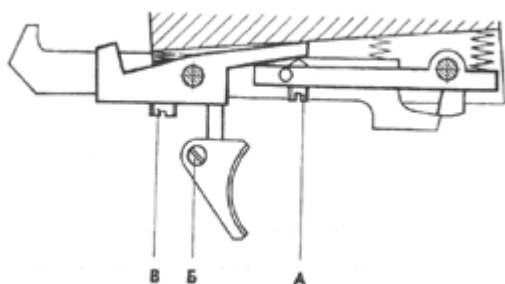

Рис. 3. Схема спускового механизма винтовки ИЖ-61
5.7. Спусковой механизм имеет возможность регулировки положения крючка спускового, усилия спуска, величины хода спуска (рис. 3).
8.6. Регулировка спускового механизма (рис. 3):